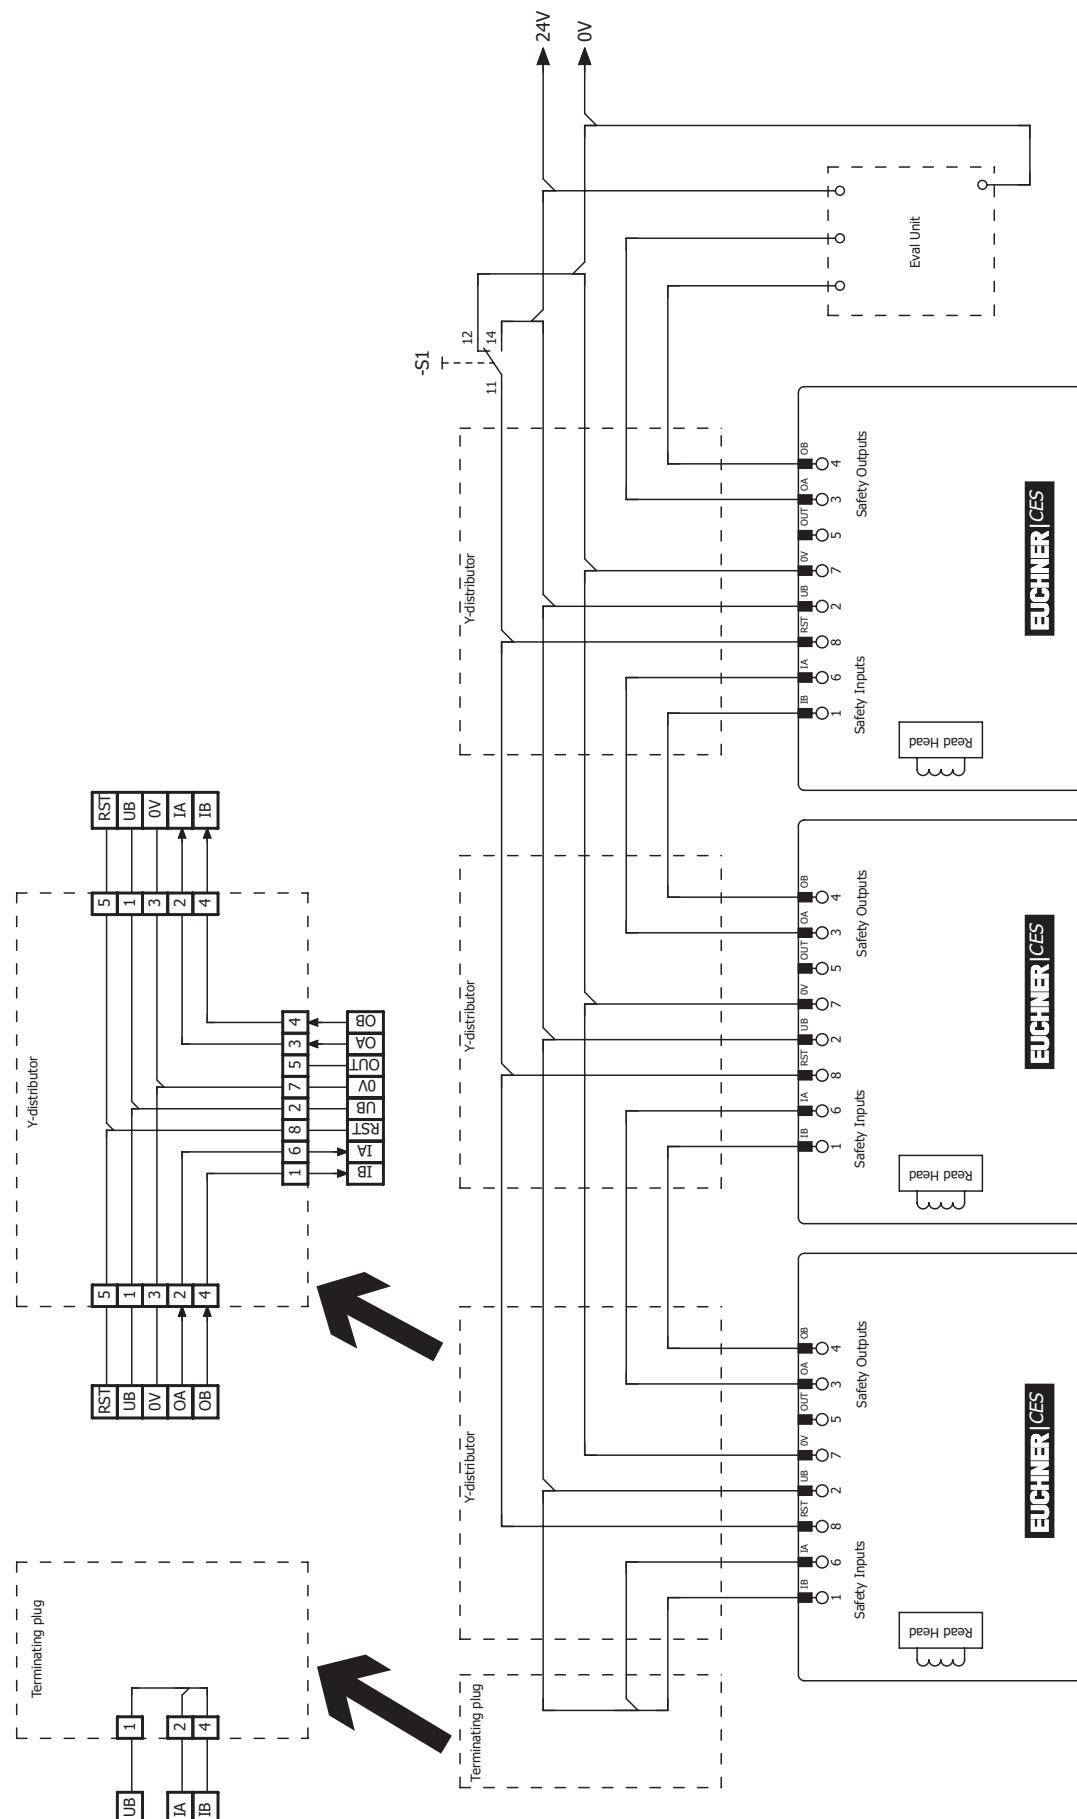

Fig. 4: Esempio di collegamento in serie con reset e deviatore
- › Si dovrà utilizzare un segnale comune per tutti i finecorsa di una catena. Questo potrebbe provenire da un deviatore oppure dall'uscita di un sistema di controllo. Un pulsante, in questo caso, non è idoneo poiché durante l'esercizio il reset deve sempre essere applicato a GND (vedi finecorsa S1 alla *Fig. 4 a pagina 19*).
Perché questo sia possibile, l'ingresso RST deve essere collegato come illustrato alla Fig. 4 a pagina 19.